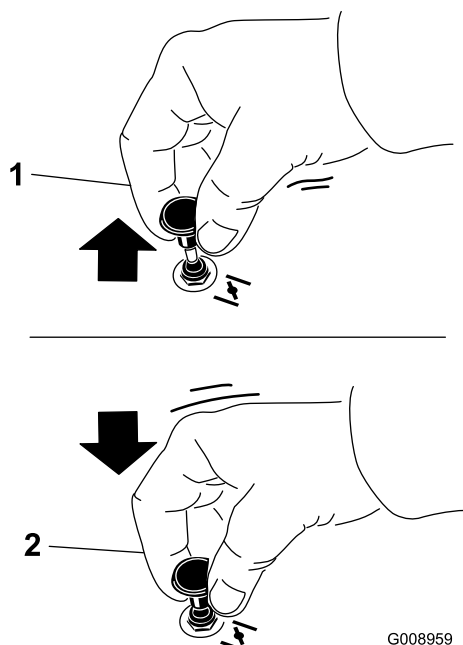

Figure 25
1. Tirez sur la commande de démarrage à froid pour engager le volet de départ avant d'utiliser le commutateur d'allumage (Figure 25).
2. Poussez sur le bouton pour désengager le volet de départ une fois que le moteur a démarré (Figure 25).